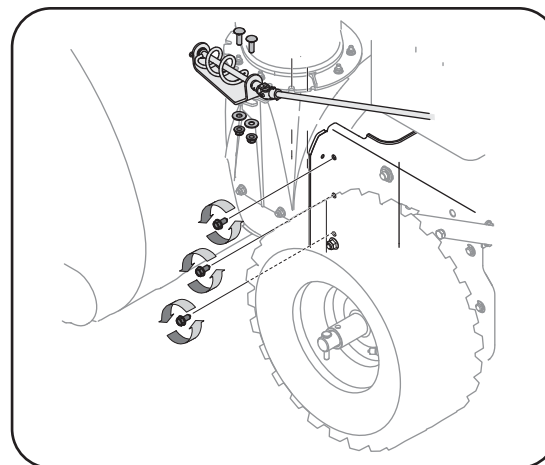

Figure 6-8
1. Débranchez la manivelle de la goulotte en retirant les deux écrous qui maintiennent le support de la goulotte sur l'adaptateur de la goulotte. Voir la Figure 6-8.
7. Utilisez une clé de 1/2es de po pour retirer les trois vis taraudeuses à tête hex. de chaque côté du châssis. Ces vis maintiennent le châssis sur l'habitacle de la tarière. Voir la Figure 6-8.